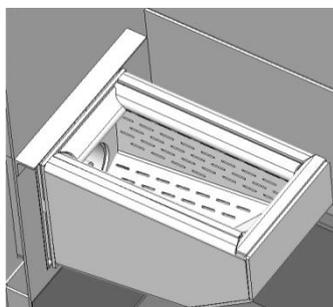

Рис. 26
3.1.4 Подать топливо в горелку котла до уровня отверстий подачи воздуха в горелке см. (рис. 26).